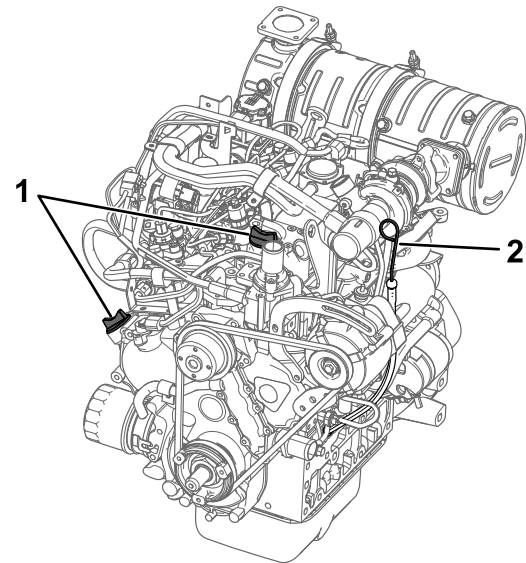

Figure 53
4. Nettoyez la surface autour de la jauge d'huile et enlevez le bouchon de remplissage (Figure 53).